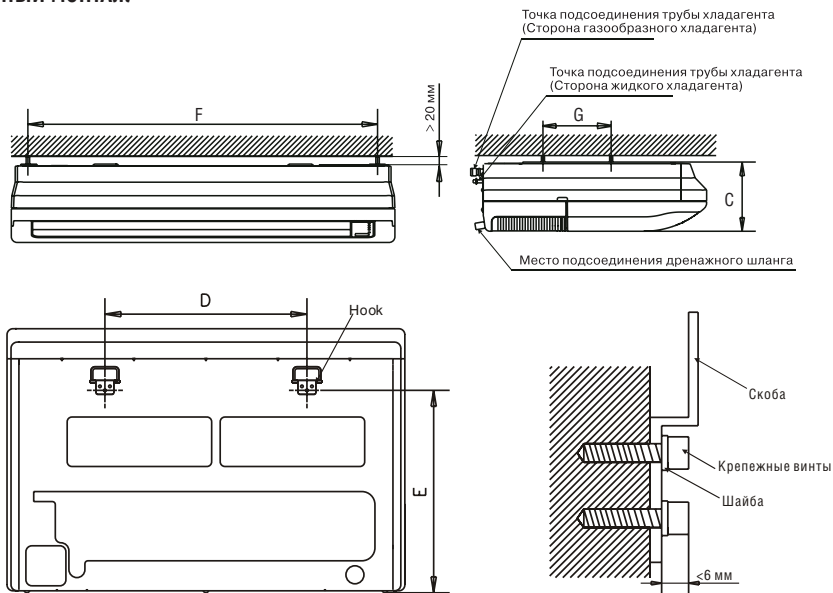

Рис. 8
- На рис.8 схематично изображен кондиционер для пояснения проводимых с ним работ. Его реальный внешний вид может незначительно отличаться.